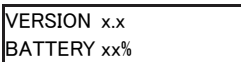
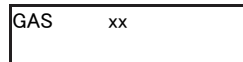

図 2. バージョンと電池
図 3. 表示サンプル
- ・数値表示と棒グラフ(図3)
- ・バッテリーの推定寿命(時間単位)とバッテリー低下の警告(図2)
EML100の電源を入れると、初めにファームウェアバージョンが、次に推定バッテリー寿命が表示されます(図2)。電源投入シーケンス後、本体は最後に使用されたモード及び設定状態になります。たとえば、EML100がガスマーカーをボリューム小で探索する設定で終了していた場合、同じ内容の設定で復帰します(図3)。